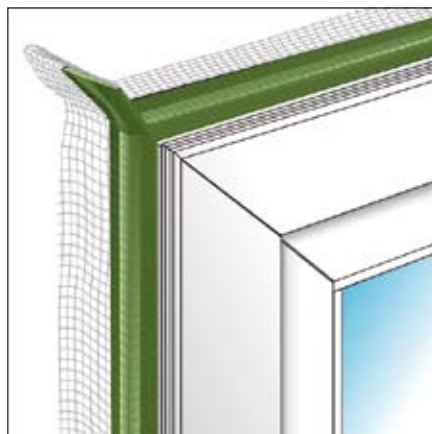

Fig. 2: maak een plooi van ongeveer 2 cm in elke hoek
- Maak plooien van ongeveer 2 tot 5 cm in elke hoek (fig. 2).